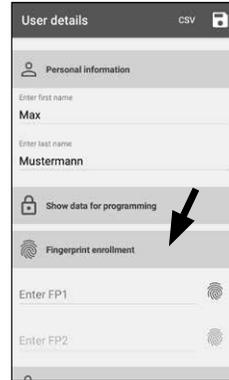

Abb. 57
- 1 Tippen Sie im Benutzermenü auf die Zeile „Fingerprint Enrollment“ (Abb. 57).